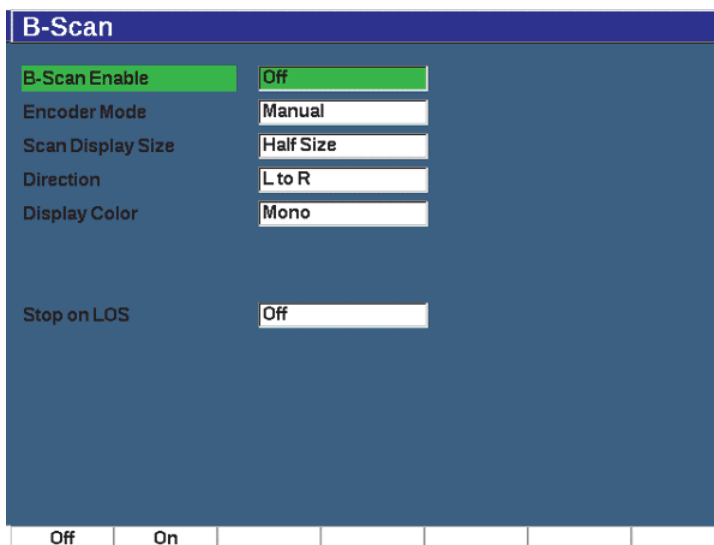

Figure 11-45 Fenêtre B-scan
3. Dans la fenêtre de configuration **B-Scan**, réglez la valeur de chaque champ (voir la Figure 11-45 à la page 315).